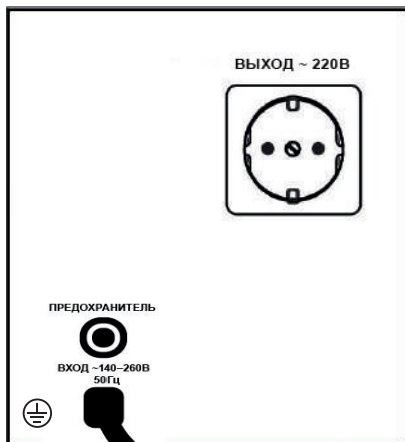

Рис.2
6. Включите потребитель в розетку стабилизатора напряжения, расположенную на задней панели (рис.2).